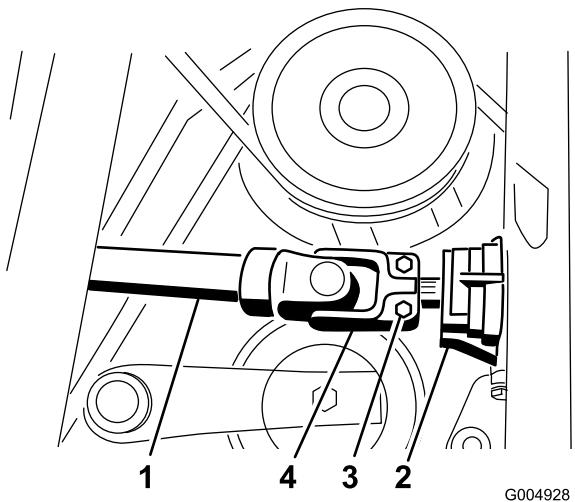

Figure 10
- Glissez l'arbre d'entraînement sur l'arbre de la boîte d'engrenage (Figure 10). Montez la goupille cylindrique et serrez les boulons à un couple de 19,75 à 25,40 Nm (175 à 225 lb-po).